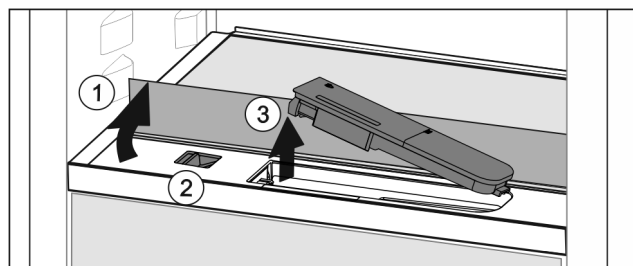

Fig. 127
- ▶ Skleněnou desku nadzvedněte a zaklapněte dozadu až na doraz Fig. 127 (1).
- ▶ Posuvník *Fig. 127 (2)* posuňte doleva.
- ▶ Vyměňte nádržku na vodu *Fig. 127 (3)*.